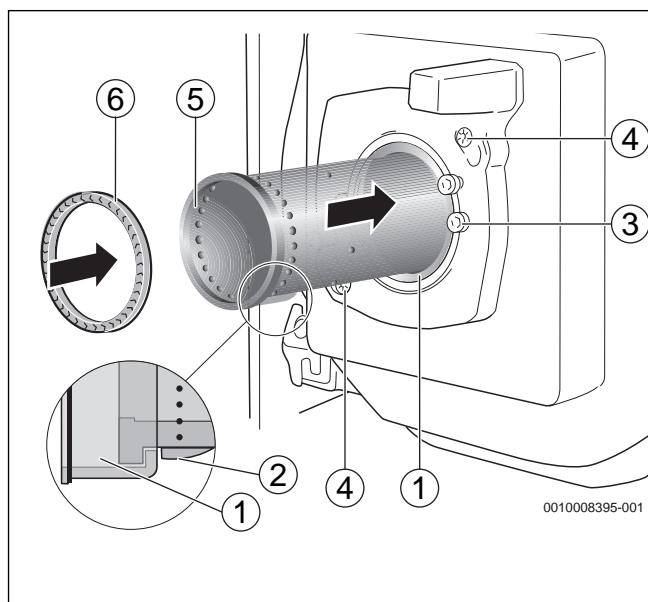

Рис. 40 Замена трубы горелки
- Вставьте трубу горелки (→рис. 40, [5]) в опорную трубу. Введите трубу горелки до упора в опорную трубу так, чтобы выступ был внутри неё (→рис. 40, [2]). Выступ трубы горелки должен зафиксироваться и находится внизу (→рис. 40, см. выноску).
- Установите новое уплотнение (→рис. 40, [6]).
- Перед установкой горелки проверьте уплотнение (→рис. 40, [6], стр. 22) между смесительной системой и трубой горелки.
- Вставьте уплотнение в трубу горелки (→рис. 40, [6], стр. 22).
- Установите горелку на оба винта на фланце горелки (→рис. 40, [4], стр. 22).
- Поверните до упора влево и затяните крепёжные винты (→рис. 40, [4], стр. 22).